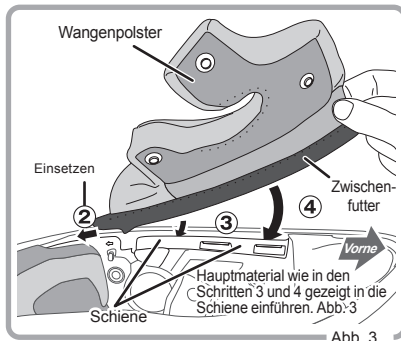

Abb. 3
2. Spitze des Innenfutters hinter dem Wangenpolster in die vorgesehene Stelle einführen. (Gummiverklebung leicht anheben, um die Stelle zu finden.) (Abb. 3)
- 3–4. Zwischenfutter entlang der Lücke einführen. (Abb. 3)